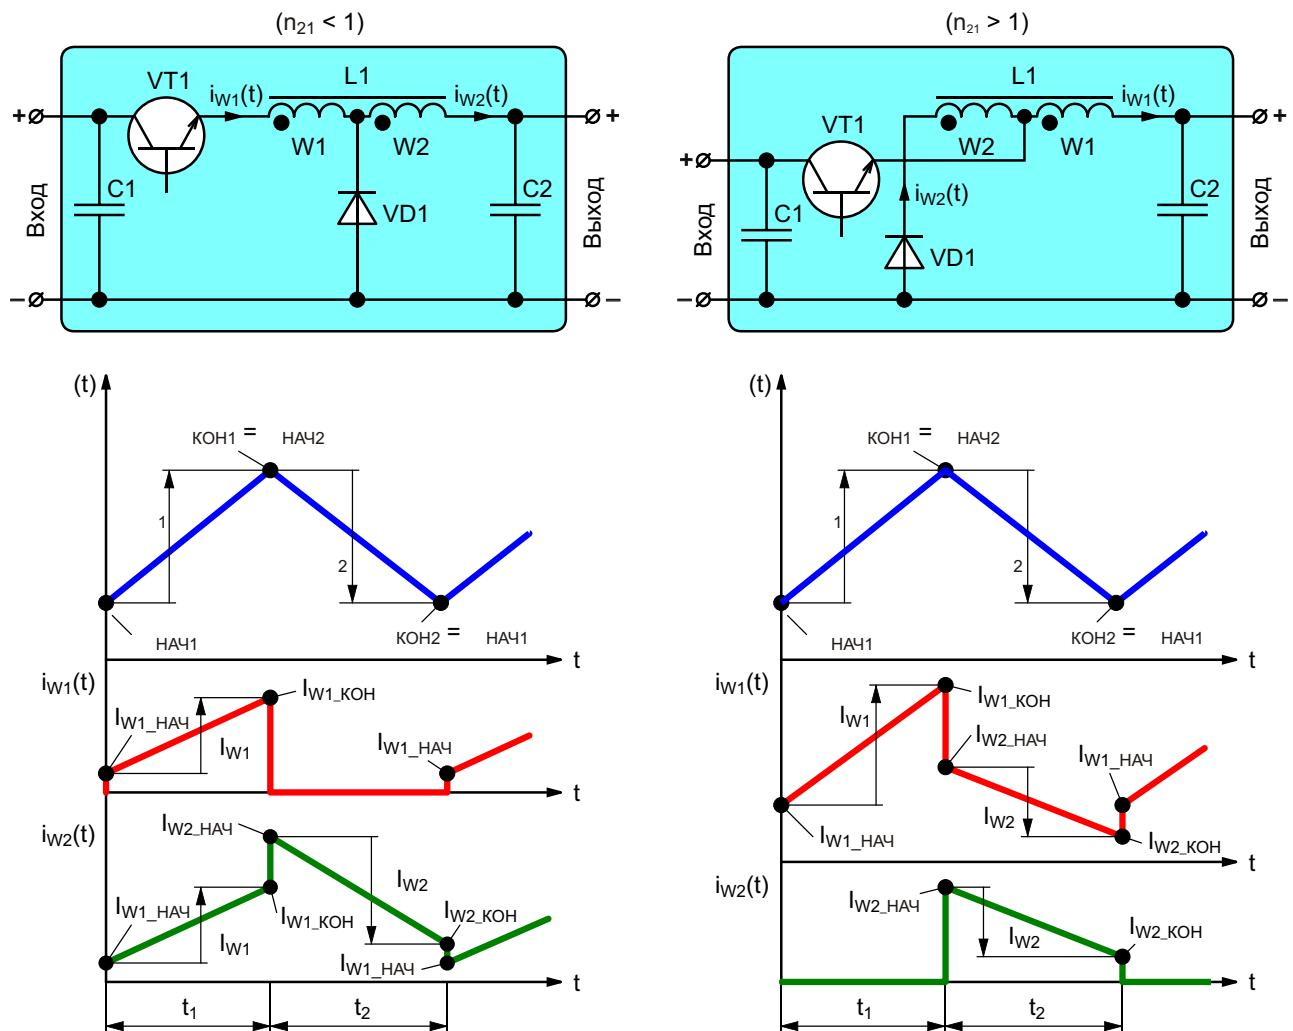

Рисунок 5. Магнитные потоки и токи обмоток преобразователей с автотрансформаторным включением дросселя.
Но вот форма токов в обмотках дросселя, включенного по автотрансформаторной схеме, первоначально вызывает много вопросов. При автотрансформаторном включении ток по одной из обмоток дросселя протекает на протяжении обоих этапов преобразования, а по другой – только на протяжении одного. Так, например, в понижающем преобразователе (Рисунок 5) при $n_{21} < 1$ ток по обмотке W1 протекает только на первом этапе преобразования, а по обмотке W2 – на протяжении и первого и второго этапов. А при коэффициенте трансформации дросселя больше единицы наоборот – ток по обмотке W1 протекает и на первом и на втором этапе, а по W2 – только на втором.
Из-за этого в моменты коммутации происходит резкое изменение количества витков, участвующих в процессе преобразования, приводящее, в соответствии с (6), к резкому изменению тока в обмотках на величину коэффициента трансформации дросселя n_{21} (Рисунок 5), что и вызывает удивление у специалистов, не знакомых с тонкостями импульсного преобразования электрической энергии.